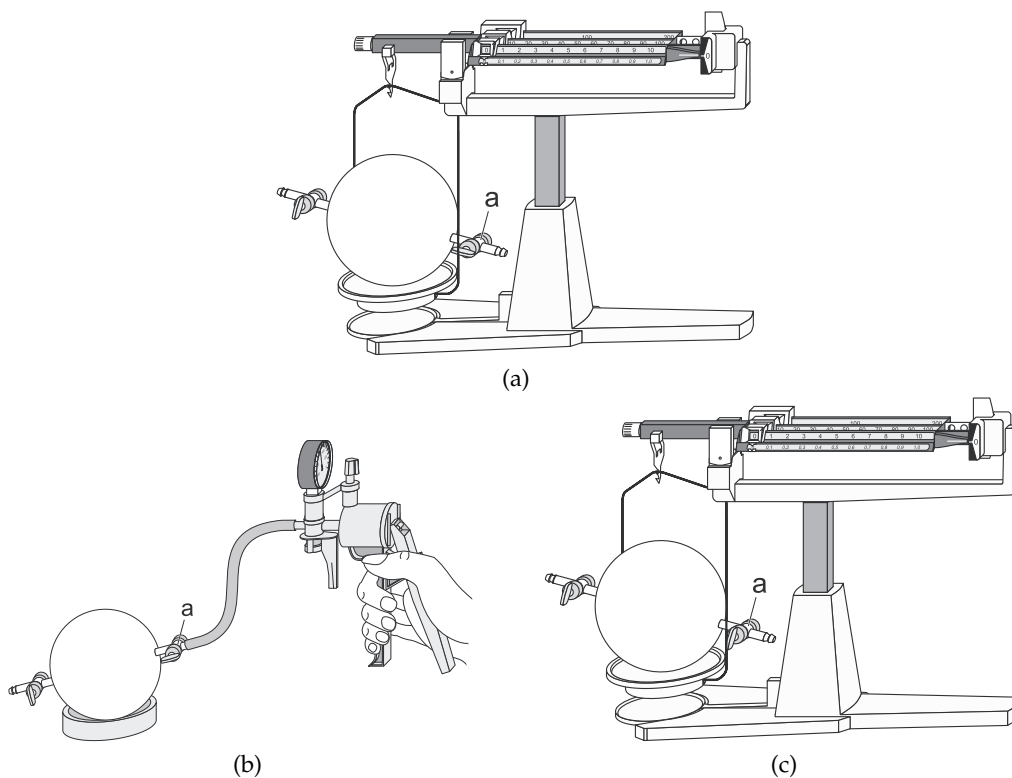

Abbildung 1.3: Versuchsaufbau zur Bestimmung der Dichte von Luft.
Der Versuchsaufbau ist in Fig. 1.3 dargestellt.
- Kugel mit 2 Hähnen auf die Waage legen, einen Hahn *a* öffnen und Gesamtmasse bestimmen (siehe Fig. 1.3 (a)).
- Vakuumpumpe und Druckhandpumpe anschliessen und die Kugel soweit wie möglich evakuieren. Die Vakuumpumpe und Druckhandpumpe zeigt jeweils die Druckdifferenz Δp zum äusseren Luftdruck an. (siehe Fig. 1.3 (b)). Der aktuelle Atmosphärendruck kann auf der Wetterstation abgelesen werden.
- Offenen Hahn a schliessen und Vakuum- und Druckhandpumpe vorsichtig entfernen (siehe Fig. 1.3 (c)).